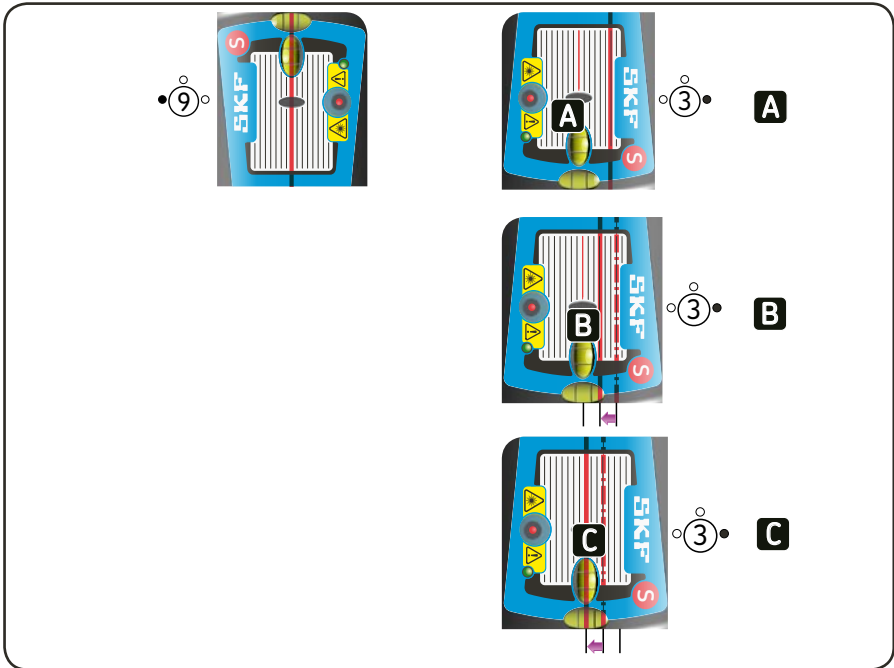

Abb. 11. Grobausrichtung
d) Falls der Wellenversatz der beiden Aggregate zu groß ist, besteht die Gefahr, dass der Laserstrahl nicht auf die Zielscheibe auftrifft. Wenn dies der Fall ist, ist eine Grobausrichtung der Aggregate notwendig. Richten Sie dabei den Laserstrahl auf die Empfänger in der 9-Uhr-Position. Drehen Sie die Messeinheiten in die 3-Uhr-Position, wenn die Strahlen nicht auf die Empfänger treffen. Stellen Sie den Strahl, wie in Abb. 11 dargestellt, mittig zwischen der aktuellen Position und Mittelpunkt Zielscheibe ein und richten Sie das bewegliche Aggregat so aus, dass der Laserstrahl mittig auf die Zielscheibe auftreffen kann.